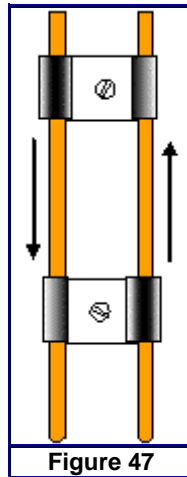

Figure 47
- Le meilleur rendement étant obtenu par un **déclenchement dans la zone de vallée**, on peut monter sur les câbles **des arrêts** pour les câbles primaires qui bloquent le déplacement à l'endroit désiré. Chaque arrêt étant **bloqué** sur un câble, l'autre câble **coulissant** à l'intérieur. Le positionnement des blocages se fait sur allonge désirée. (Figure 47)